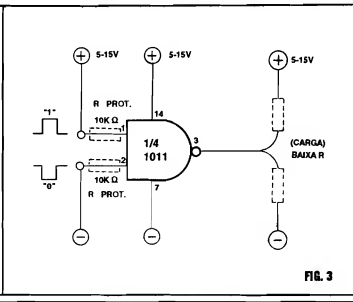

FIG. 3
- FIG. 3 - UM GATE TÍPICO C.MOS - Conforme já foi dito, nas montagens práticas mostradas ao longo do nosso "Curso" (na área DIGITAL...), e mesmo nos projetos normalmente publicados em APE (também, obviamente, dentro da área DIGITAL...), os Integrados da "família" C.MOS são utilizados com muito maior frequência, mesmo porque, na sua configuração básica, os TTL apresentam uma série de "desvantagens" frente aos seus companheiros C.MOS... Os TTL, contudo, não estão "mortos" (muito pelo contrário...), já que mesmo os mais modernos circuitos de computadores, ainda utilizam largamente Integrados dessa tecnologia, ainda que "otimizadas", de forma a mostrarem menores consumos de Corrente (os chamados TTL low power) e velocidades de trabalho cada vez mais altas (os TTL high speed...). Contudo, para circuitos que envolvam, além de baixo consumo,